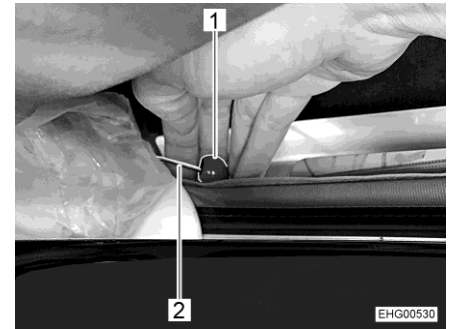

Bild 50 Notentriegelung
- Auf beiden Seiten am roten Knopf (Bild 50,1) des Seilzugs (Bild 50,2) ziehen.